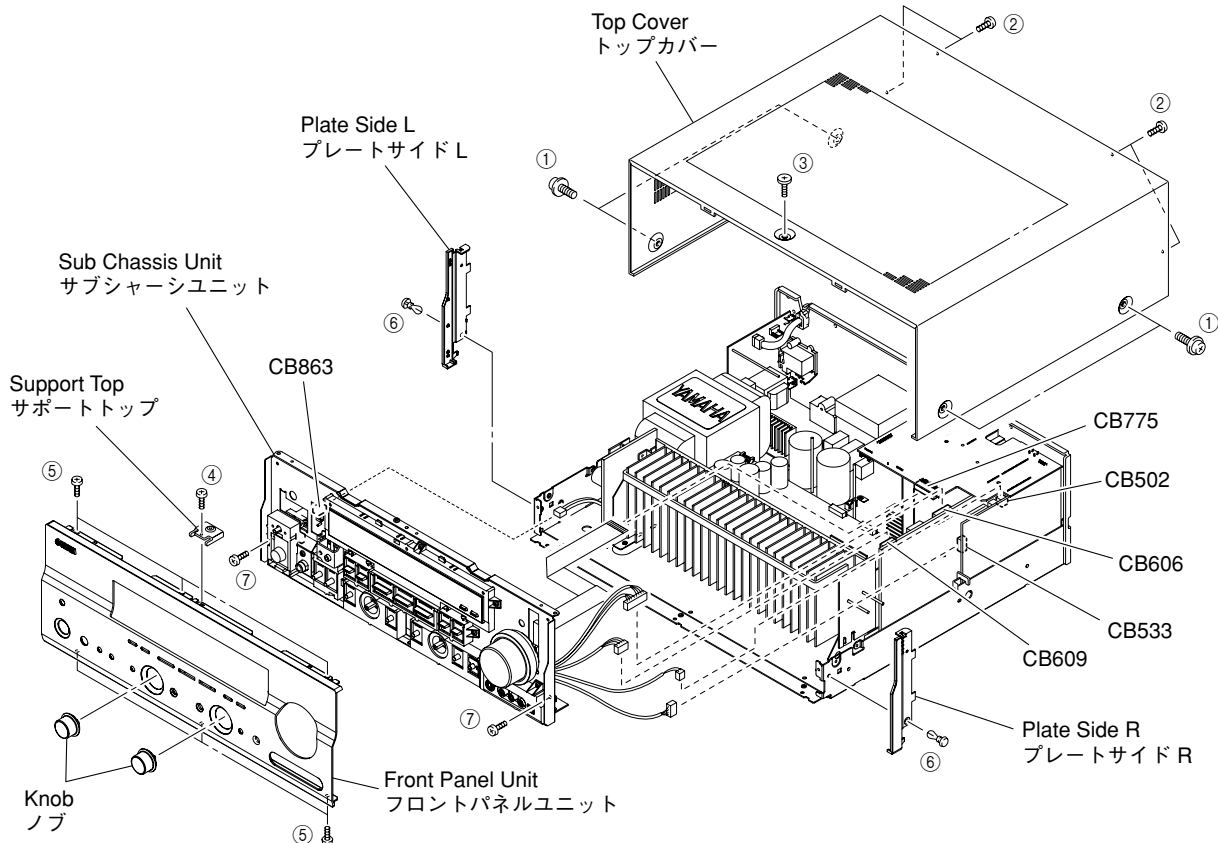

Fig. 1
- a. Remove 4 screws (①), 4 screws (②) and 1 screw (③). (Fig. 1)
- b. Slide the Top Cover rearward to remove it. (Fig. 1)
- a. ①のネジ4本、②のネジ4本、③のネジ1本を外します。(Fig. 1)
- b. トップカバーを後方へスライドさせ、取り外します。(Fig. 1)
- a. Remove 2 Knobs. (Fig. 1)
- b. Remove 1 screw (④) and then remove the Support Top. (Fig. 1)
- c. Remove 6 screws (⑤). (Fig. 1)
- d. Remove the Front Panel Unit. (Fig. 1)
- a. ノブを2個取り外します。(Fig. 1)
- b. ④のネジ1本を外し、サポートトップを取り外します。(Fig. 1)
- c. ⑤のネジ6本を外します。(Fig. 1)
- d. フロントパネルユニットを取り外します。(Fig. 1)
- a. Remove 2 push rivets (⑥). (Fig. 1)
- b. Remove the Plate Side L/R. (Fig. 1)
- a. ⑥のプッシュリベット2本を外します。(Fig. 1)
- b. プレートサイドL/Rを取り外します。(Fig. 1)
- a. Remove 2 screws (⑦) and then slide the Sub Chassis Unit forward. (Fig. 1)
- b. Loosen the harness fixture fixing the cable. (Fig. 1)
- c. Remove CB502, CB533, CB606, CB609 and CB775. (Fig. 1)
- d. Remove the Sub Chassis Unit. (Fig. 1)
- a. ⑦のネジ2本を外し、サブシャーシユニットを前方に引き出します。(Fig. 1)
- c. CB502、CB533、CB606、CB609、CB775を外します。(Fig. 1)
- d. サブシャーシユニットを取り外します。(Fig. 1)